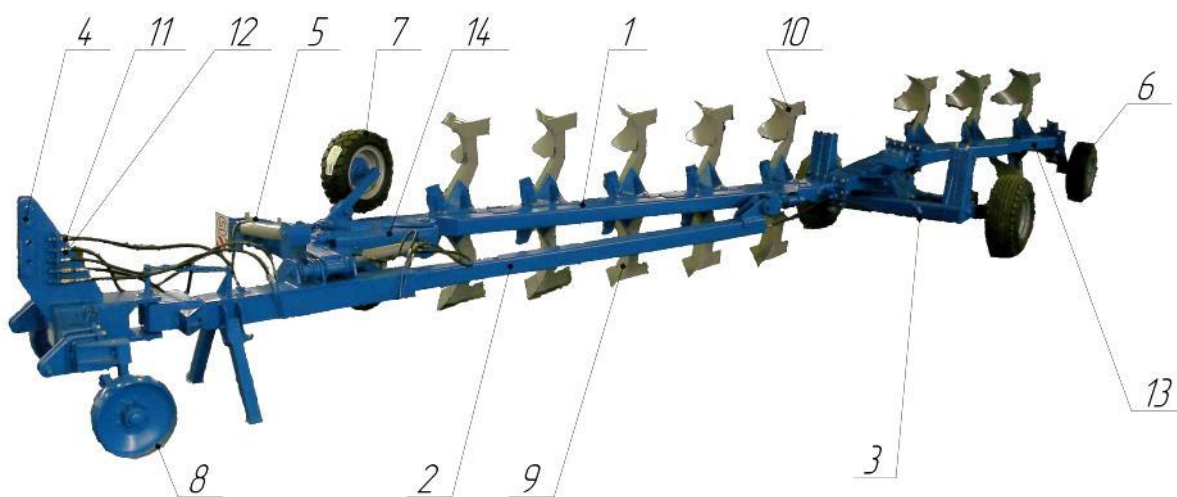

Рисунок 1. Плуг полунавесной оборотный.
-бороздными колесами п.7 рис.1. В работе эти колеса катятся по дну борозды.
-положением навески плуга п.4 рис.1. Для тракторов, с опцией фиксированного положения нижних рычагов задней гидронавески, положение навески плуга регулируется этой опцией. Для тракторов без вышеуказанной опции, положение навески плуга регулируется колесами навески п.8 рис.1.
- положением опорных колес транспортной тележки п.3 рис.1. На рисунке 3 представлены регулировки транспортной тележки.
- положением колеса заднего колесного механизма п.6 рис. 1